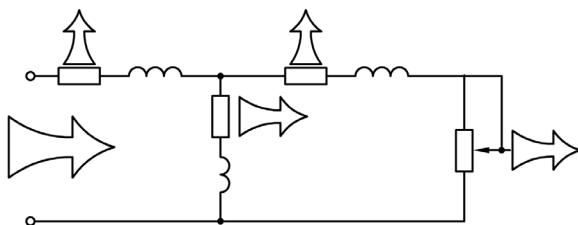

Рис. 7.2
8. На рис. 7.2 изображена Т-образная схема замещения асинхронной машины и показано распределение энергии в режиме двигателя. Обозначьте параметры схемы и потери мощности. Определите потери мощности через параметры схемы замещения.